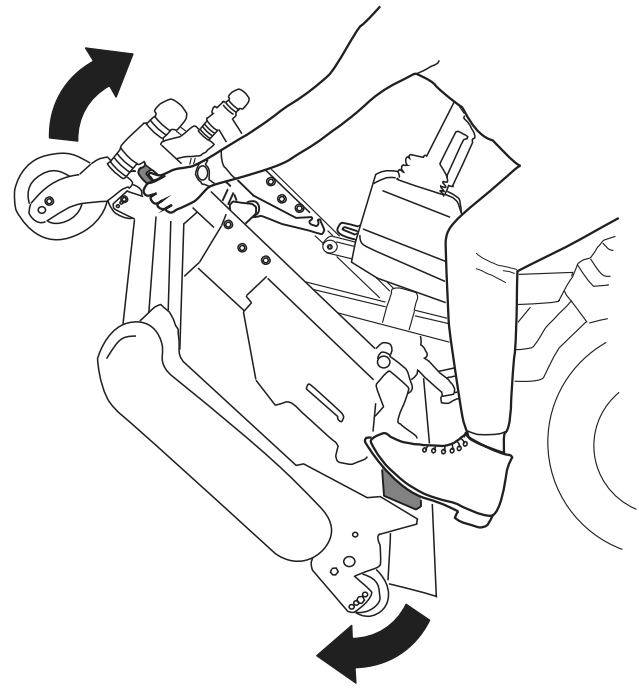
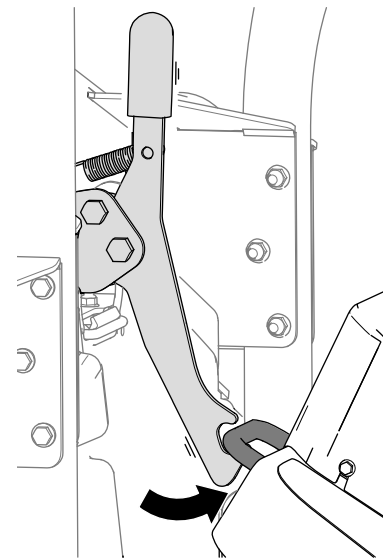
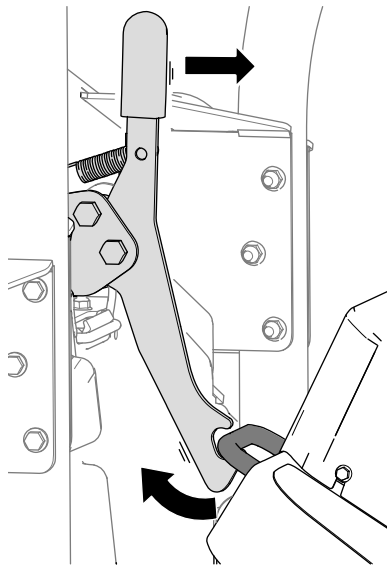

Bild 39
Bild 40
Bild 41
5. Drehen Sie das Mähwerk (**Bild 39**) so, dass die Verriegelung in die Befestigungshalterung (**Bild 40**) einrastet.
1. Lösen Sie die Verriegelung des Mähwerks von der Befestigungshalterung (**Bild 41**), indem Sie das Mähwerk leicht nach vorne drehen (siehe **Bild 39**) und den Verriegelungsgriff nach vorne ziehen.